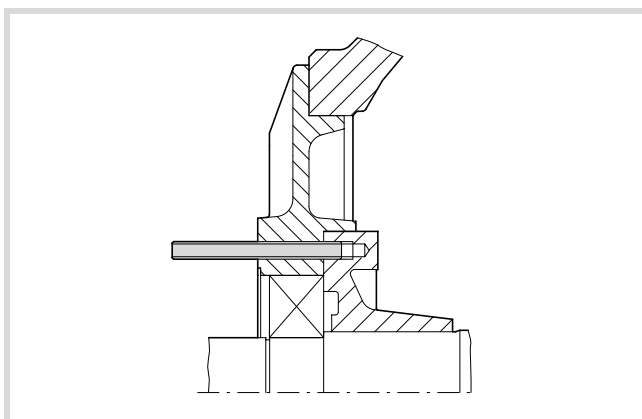

Figure 30 : Vissage d'un goujon
- Pour faciliter le montage, vissez un goujon dans l'un des trous borgnes filetés du couvercle de roulement intérieur (→ fig. 30).
① Canal de graissage
- Avant de retirer le goujon (→ fig. 30), vissez au moins une vis de fixation du couvercle de roulement.